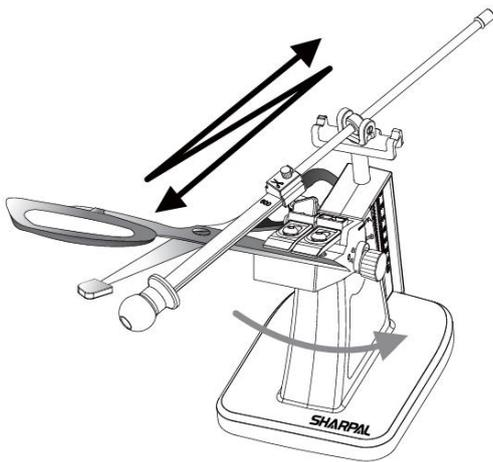

Fig. 10
2. Wenden Sie leichten Druck an und führen Sie lange, gleichmäßige Bewegungen aus – beginnen Sie an der Basis (Ferse) der Klinge. Führen Sie die Schleifplatte entlang der Schneidkante bis zur Spitze hin und her. Stoppen Sie am Klingenspitzenende. (Siehe Fig. 10)